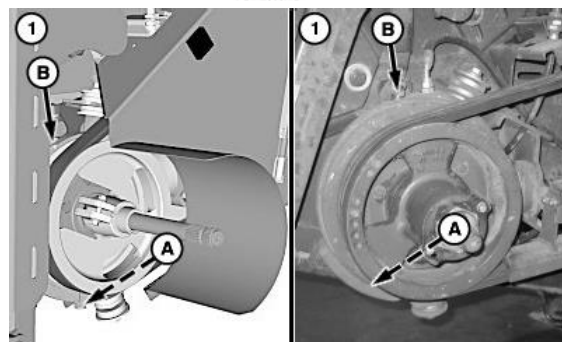

Рис.4.66 – Заміна оливи в редукторі реверса камери живлення (1): А- пробка, В – щуп
1. Редуктор реверса камери живлення (похилої камери). Підняти похилу камеру та опустити обмежувач. Злити оливу через пробку (А) (рис.4.66). Витерти начисто пробку та залити оливу через отвір під масляний щуп. Перевірити рівень з піднятою камерою живильника, який повинен бути до рифлень.